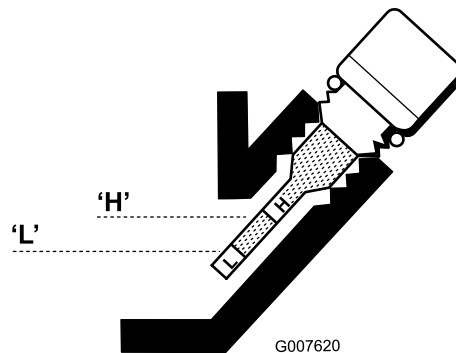

Figure 21
3. Essuyez la jauge sur un chiffon propre et remettez-la dans l'orifice de remplissage. Ne la revissez pas dans l'orifice de remplissage. Ressortez-la jauge et vérifiez le niveau d'huile. Si le niveau est bas, ajoutez suffisamment d'huile pour le faire monter entre les repères H et L sur la jauge (Figure 21). Vérifiez de nouveau le niveau d'huile. Ne remplissez pas excessivement.